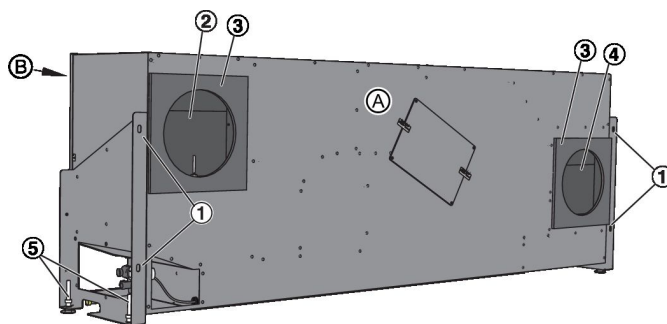

Abb. 9: Geräteaufstellung
1. ▶ Lüftungsgerät mit der Fassadenseite (Abb. 9/A) an die Fassade stellen. Die Luftöffnungen (Abb. 9/2 und Abb. 9/4) müssen dabei mit den Öffnungen in der Fassade übereinstimmen, ggf. mit Justierfüßen justieren.
2. ▶ Das Lüftungsgerät mit geeigneten Schrauben (\varnothing 6 mm) an den Befestigungslöchern (Abb. 9/1) und mit der Fassade verschrauben.
3. ▶ Justierfüße (Abb. 9/5) justieren und kontern.
5. ▶ Lüftungsgerät mit der optionalen Geräteverkleidung oder durch kundenseitige Verkleidung schützen. Dazu die Geräteverkleidung an den beiden Befestigungswinkeln (Abb. 9/6) anbringen.